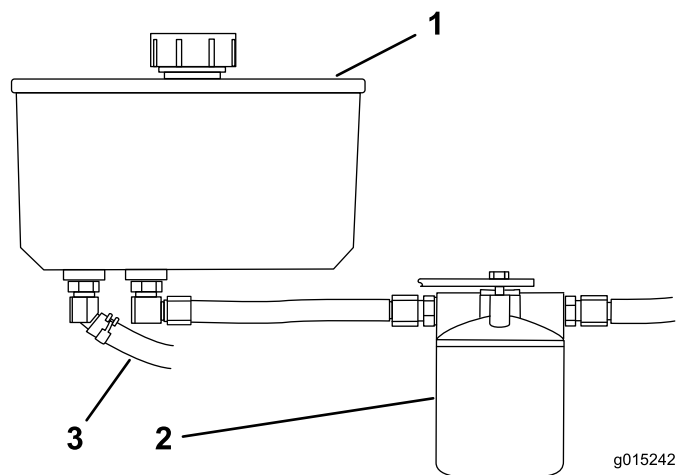

Figura 81
4. Localice la manguera hidráulica delantera, debajo del depósito de aceite, y coloque un recipiente debajo del depósito (Figura 81).